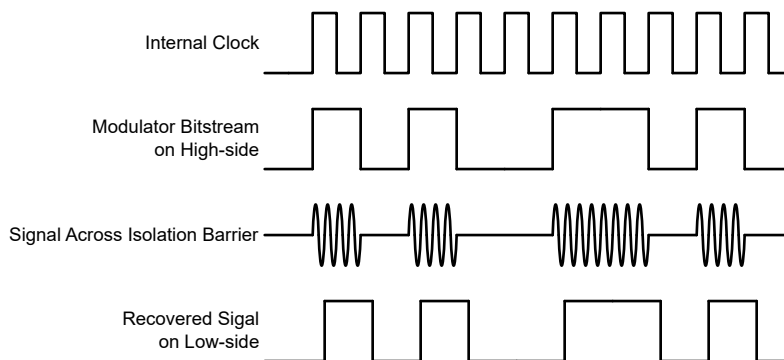

图 7-1. 基于 OOK 的调制方案
如图 7-1 中所示，AMC0x30R-Q1 使用开关键控 (OOK) 调制方案跨过基于 SiO_2 的隔离栅传输调制器输出位流。发送驱动器 (TX) 如 功能方框图 中所示。TX 跨过隔离栅发送一个内部生成的高频载波来表示数字一。而 TX 不发送信号则表示数字零。AMC0x30R-Q1 内使用的载波标称频率为 480MHz。